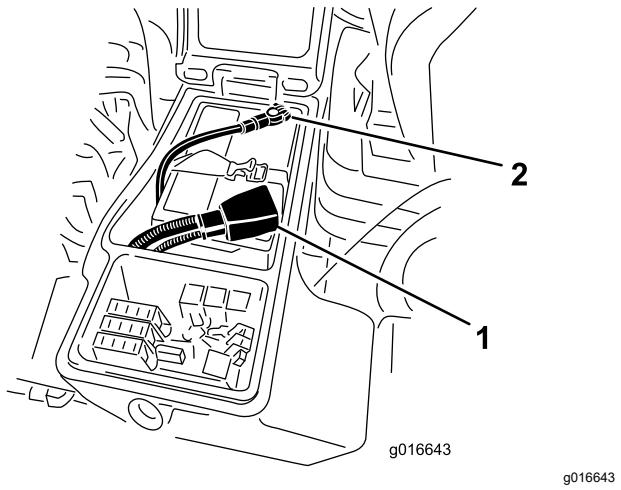

Bild 81
4. Klemmen Sie das Pluskabel (Rot) am Pluspol (+) der Batterie und das Minuskabel (Schwarz) am Minuspol (-) der Batterie an (Bild 81). Befestigen Sie die Kabel mit Kopfschrauben und Muttern an den Polen. Stellen Sie sicher, dass die Plusklemme (+) vollständig auf den Pluspol aufgezogen und das Kabel fest an die Batterie angeklemmt ist. Das Kabel darf die Batterieabdeckung nicht berühren. Ziehen Sie den Gummischuh über den Pluspol, um Kurzschlüsse vorzubeugen.